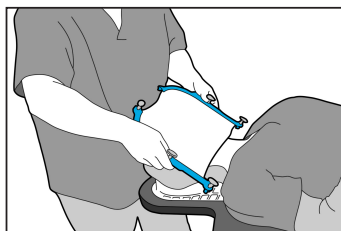

Fig. 2
4. Applicare la maschera termoplastica fissandola a partire dal mento: tenendola a un angolo di 45° rispetto al viso del paziente, fare aderire il margine al di sotto del mento del paziente (Fig. 2).